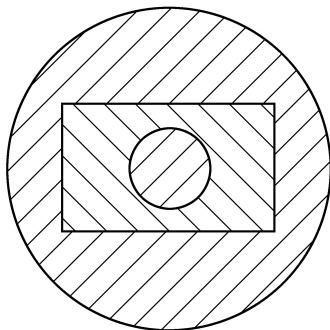

图 6-15 剖面线编辑结果
【例 6-3】对如图 6-13c 所示的图形 (图中剖面线是分 3 次填充的) 编辑剖面线, 结果如图 6-15 所示。
3) 单击矩形和小圆之间的剖面线, 在【特性】命令中, 更改【图案填充角度】值为 90 或通过拖动水平滚动条来调整。最后完成结果如图 6-15 所示。